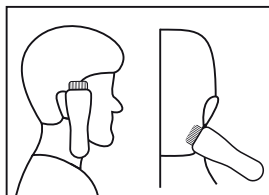

Figura 11
•Para aparar as costeletas com um corte reto, inverter a posição do cortador de modo que o lado de baixo fique para cima (**Figura 11**).